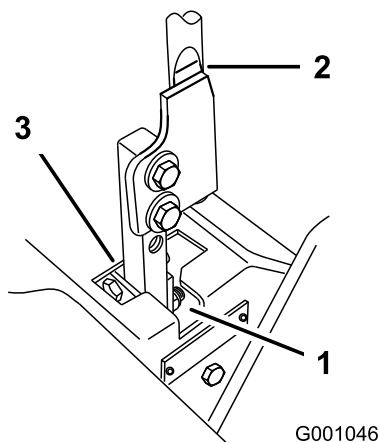

Figure 72
5. Placez le levier au point mort, sans le verrouiller (Figure 72).
6. Tirez-le ensuite en arrière jusqu'à ce que l'axe de chape (situé sur le bras au-dessous de l'axe de pivot) touche l'extrémité de la fente (c.-à-d. commence juste à appuyer sur le ressort) (Figure 72).
7. Vérifiez la position du levier par rapport au cran de la console (Figure 72). Il doit être centré de façon à pouvoir pivoter vers l'extérieur jusqu'à la position de verrouillage du point mort.